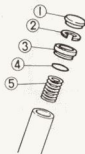

Bild 46
- Kurze Feder herausnehmen, siehe auch Bild 46.
- Bauteile nach Bild 46 einführen und montieren, beachten, dass Teil 4 auf Teil 3 aufgezogen ist.